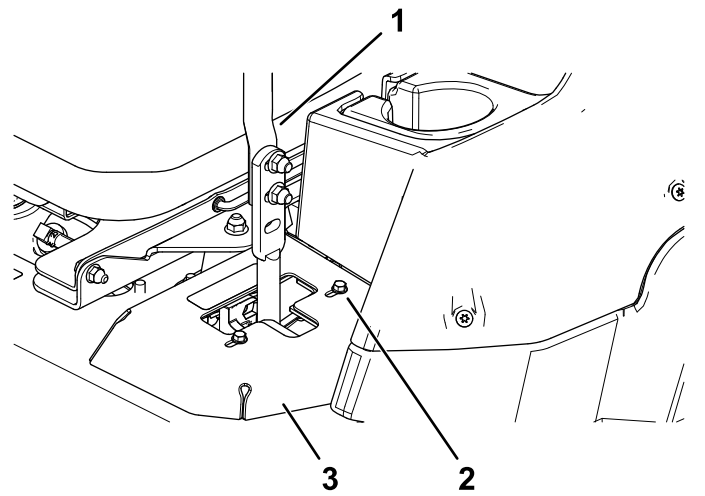

Figura 51
- Si la máquina se desvía hacia la derecha, afloje los pernos y ajuste la chapa del tope izquierdo hacia atrás en la ranura en T de la izquierda hasta que la máquina avance en línea recta (Figura 51).
- Si la máquina se desvía hacia la izquierda, afloje los pernos y ajuste la chapa del tope derecho hacia atrás en la ranura en T de la derecha hasta que la máquina avance en línea recta (Figura 51).
8. Apriete la chapa del tope (Figura 51).